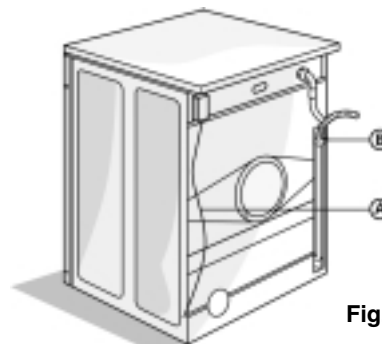

Fig. 1
1. Débranchez le tuyau de vidange de la fixation de gauche ; voir la flèche A à la Fig. 1.
NE desserrez PAS le raccord du tuyau de vidange ; voir la flèche B à la Fig. 1. Sinon, il y aurait un risque de fuite (danger de s'ébouillanter avec l'eau chaude).
2. Vous pouvez soit fixer le tuyau de vidange au siphon, soit l'accrocher au rebord d'un évier ou d'un lavabo avec la crosse de vidange (voir la Fig. 1). Les petits lavabos ne conviennent pas.